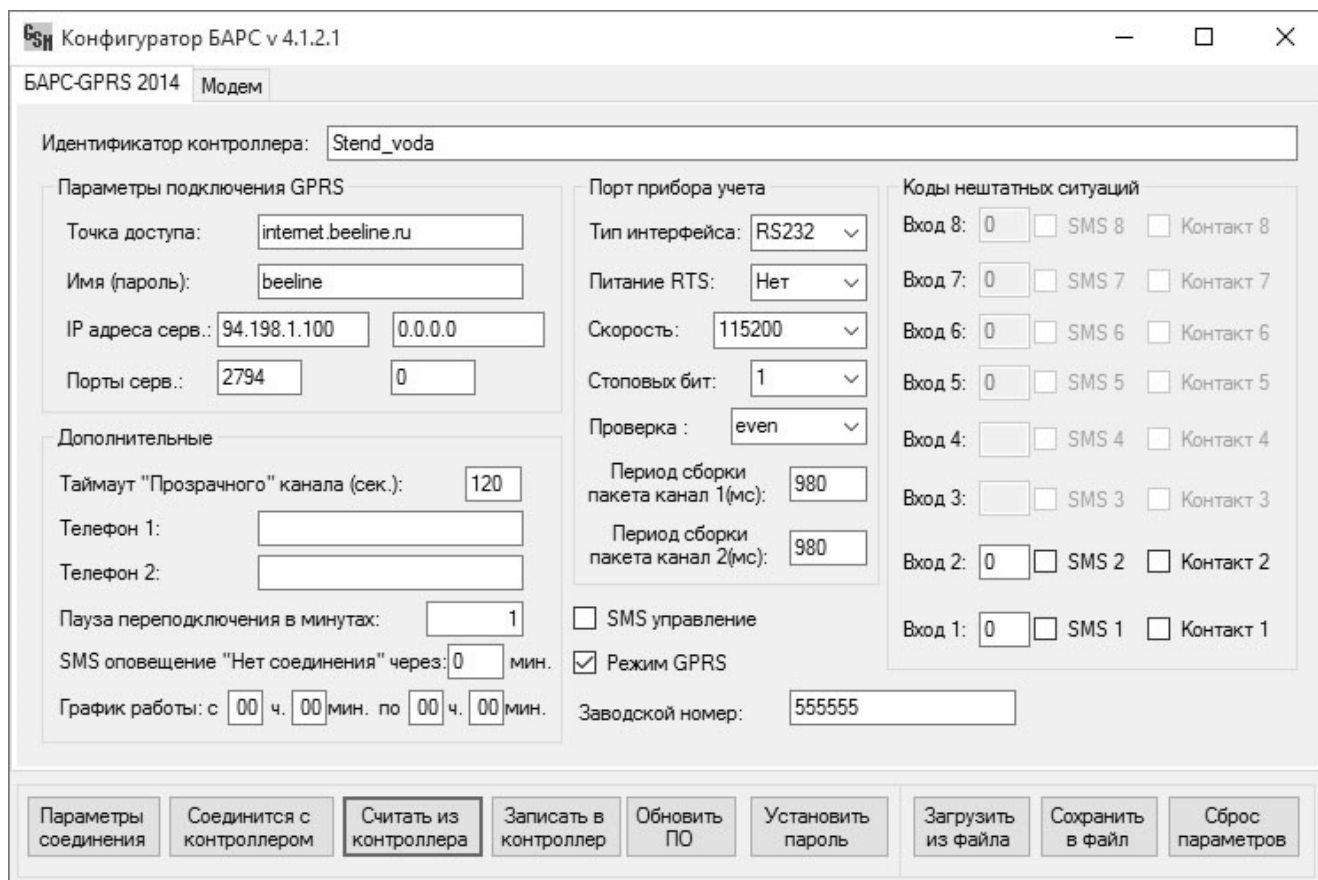

Рисунок 4 – Основное окно программы настройки для БАРС-02-Р-1-П
- Отключить режим GPRS (убрать галочку «Режим GPRS», рисунок 4);